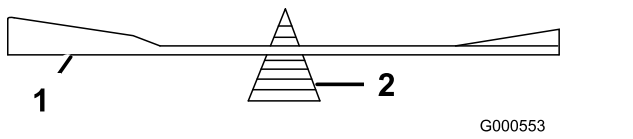

Figure 52
2. Vérifiez l'équilibre de la lame en la plaçant sur un équilibreur (Figure 52).